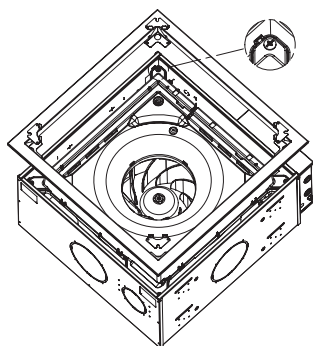

Fig. 12: Vis métriques plenum aspiration
- Desserrer les 4 vis métriques de fixation du plenum d'aspiration (Fig. 12);